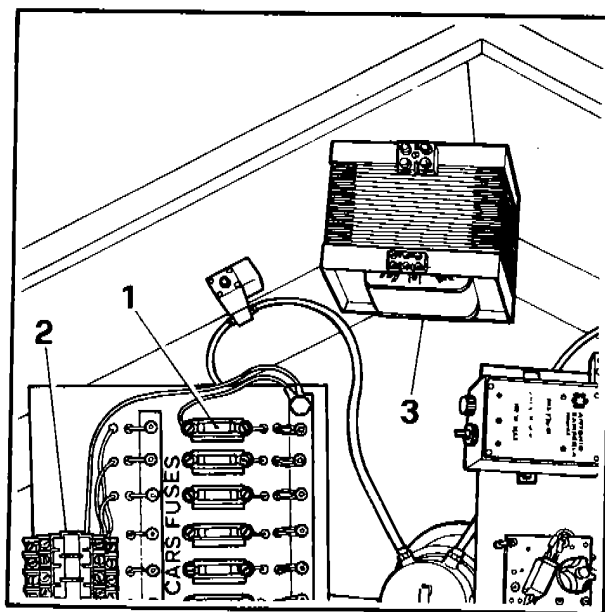

Fig. 5
- a) Check the Main Fuse (1 Fig. 5) for the solenoid valve and the teleswitch (2 Fig. 5) on the fuse panel in the top bowl.
- b) Check the transformer (3 Fig. 5) in the center of the ride, after the electrical commander box.
- a) Controllare il fusibile generale delle elettrovalvole (1 Fig. 5) ed il relay (2 Fig. 5) posizionati nel pannello fusibili dentro la boccia.
- b) Controllare il trasformatore (3 Fig. 5) che si trova nel centrino della giostra dopo il quadro elettrico.
- a) Check the teleswitch (2 Fig. 5) on the fuse panel in the top bowl.
- a) Check the teleswitch (2 Fig. 5) on the top bowl.
- a) Controllare il relay (2 Fig. 5) pos nel pannello fusibili dentro la bocc
- a) Controllare il relay (2 Fig. 5) posi nel pannello fusibili dentro la bocc